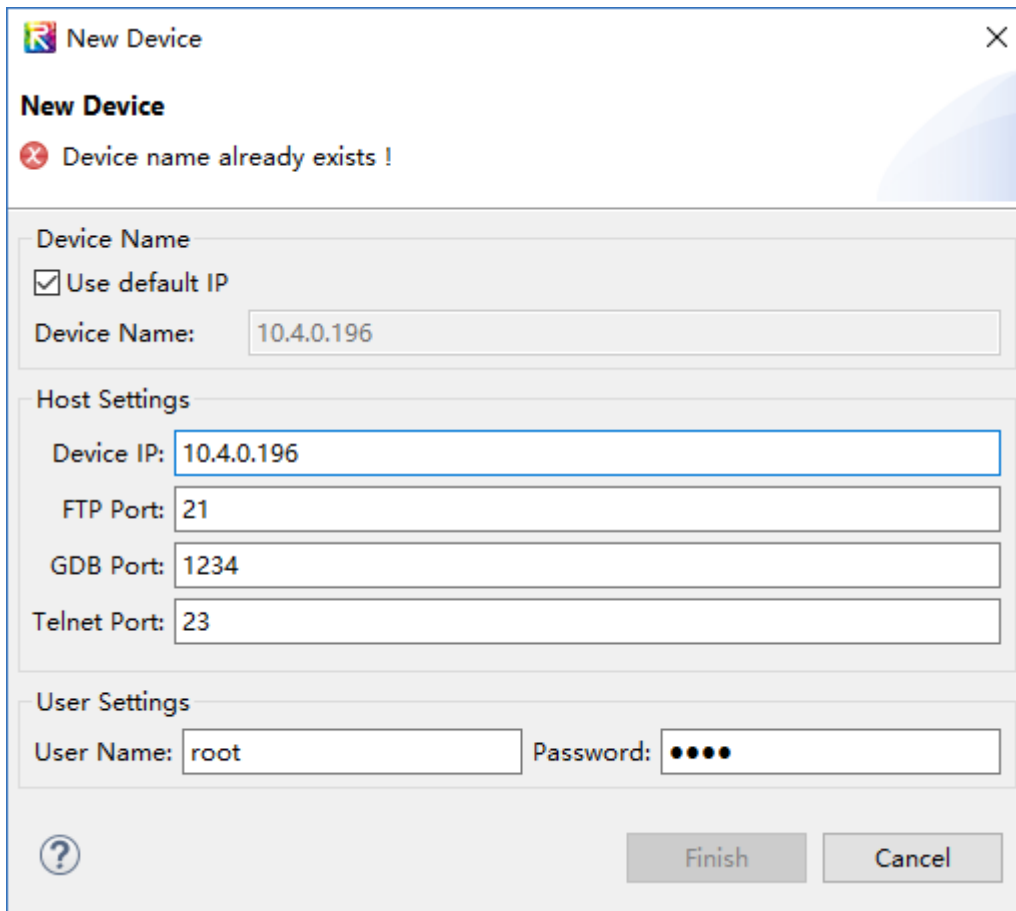

图 3.13 创建 device 窗口
2. Device Name 中选择目标设备，如果没有可以点击右边的 New Device 按钮创建设备。Device IP 填写开发板 IP 地址，其他配置按照图 3.13 填写，Password 默认为“root”。